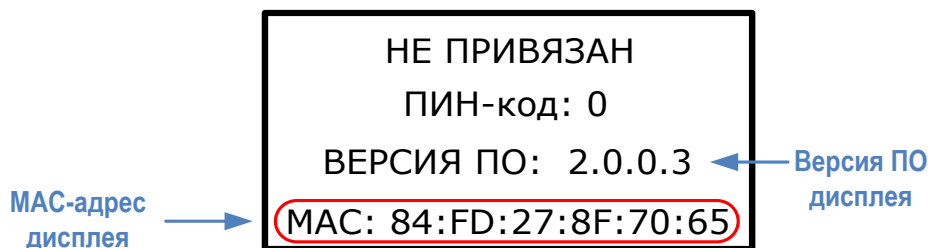
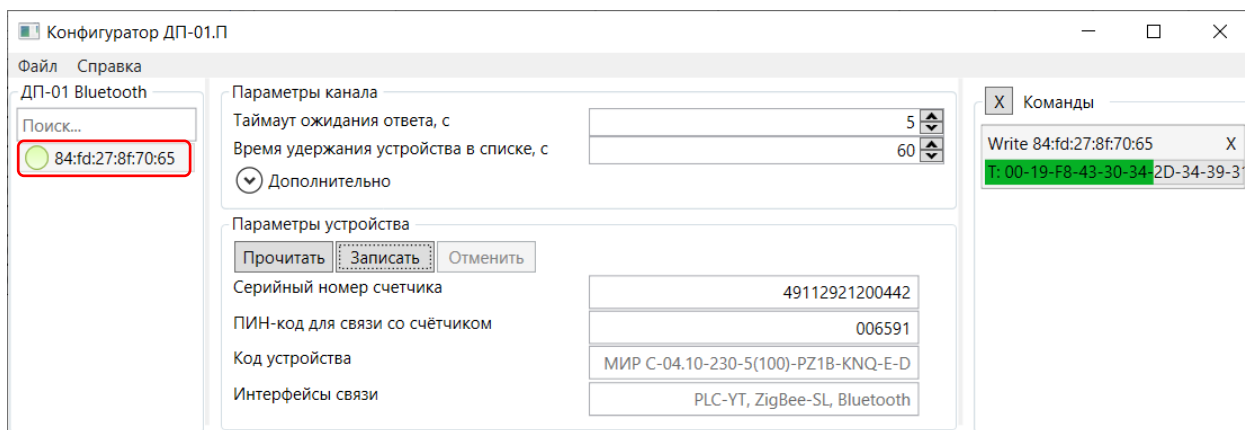
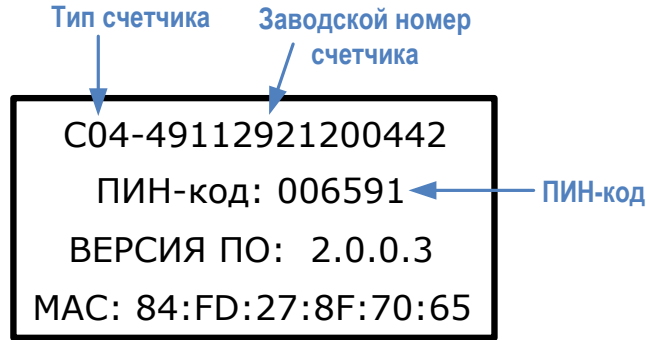

Рисунок 5.6 – Режим конфигурирования (счетчик не привязан)
Рисунок 5.7 – Конфигурирование ДП-01.П
Рисунок 5.8 – Режим конфигурирования (счетчик привязан)
- в открывшемся окне *Конфигуратор ДП-01.П* (рисунок 5.7) в группе *ДП-01 Bluetooth* выбрать MAC-адрес (появляется автоматически после включения дисплея в режиме конфигурирования), соответствующий MAC-адресу на индикаторе дисплея (рисунок 5.6);
- в окне *Конфигуратор ДП-01.П* настроить *Время удержания устройства в списке, с* – рекомендуется не менее 60 с (рисунок 5.7);
- убедиться по статусу в группе *Команды* окна *Конфигуратор ДП-01.П* (рисунок 5.7), что процесс записи успешно завершен и информация на индикаторе дисплея автоматически обновилась (рисунок 5.8).